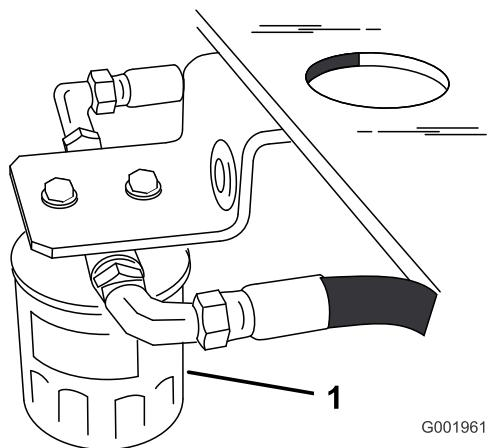

Figure 60
3. Localisez le filtre sous le réservoir à carburant et placez le bac de vidange sous le filtre (Figure 60).